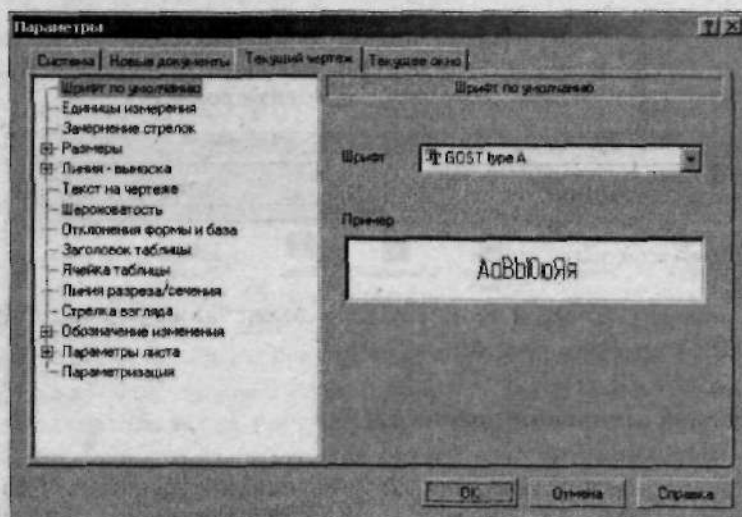

Рис. 1.34. Окно настройки параметров текущего чертежа
3. Появится окно **Параметры**, изображенное на рис. 1.34, вкладка **Текущий чертеж**. В правой части окна приведен список настроек, которые можно выполнить для создаваемого чертежа.